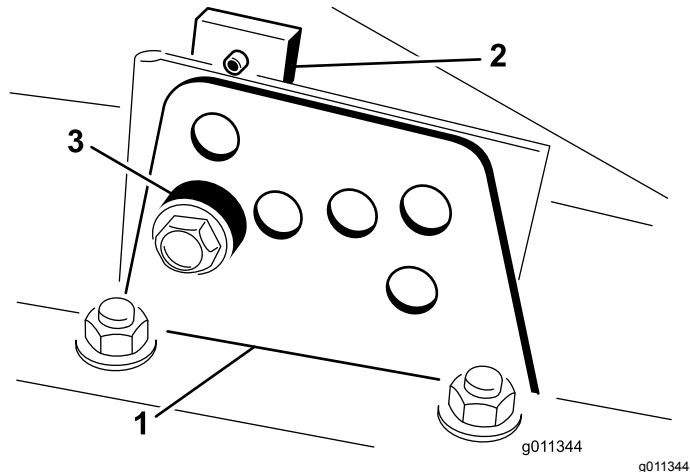

図 21
2. 図 21 のように、各刈り高ブラケットを刈り高プレート前と右と左に固定しているボルトをゆるめる。
4. チェンバを支えておきながらスペーサを取り外す 図 21。